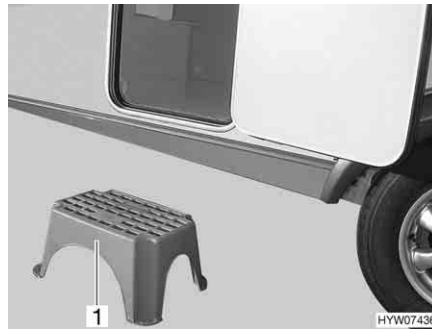

Fig. 22 Escalón de entrada (independiente)
- Colocar el escalón de entrada (Fig. 22,1) delante de la entrada de la caravana.